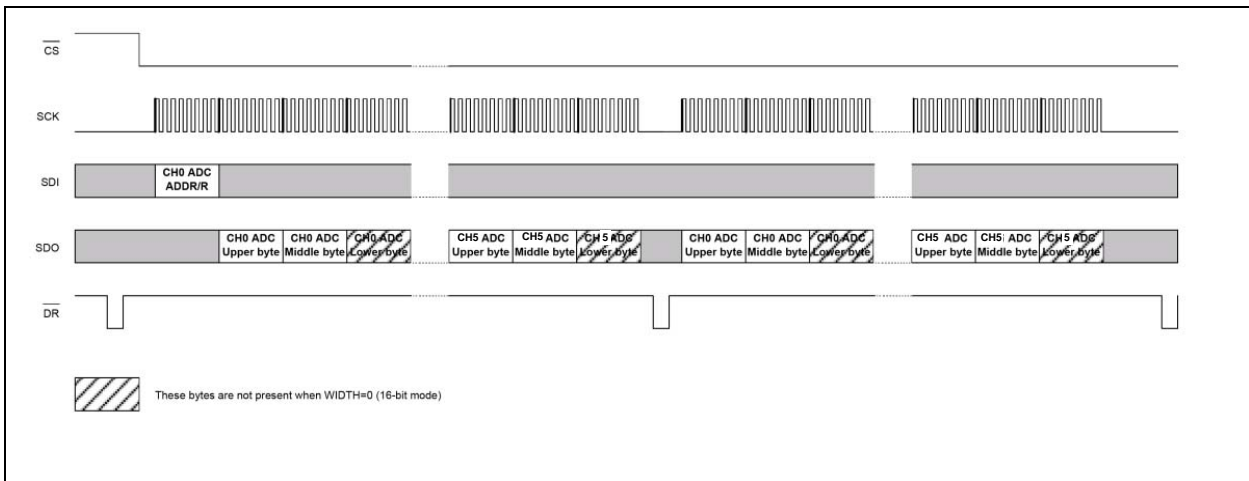

图 6-6: 典型的连续读通信
- 在一次通信中写入所有配置寄存器（见图 6-6）
在上电时所有的 ADC 采用其默认配置，并立即开始输出数据就绪脉冲（RESET<5:0> 和 SHUTDOWN<5:0> 位默认关闭）。ADC 的默认输出编码为全零。ADC 的默认调制器输出为 0011（对应于理论上的零输入电压）。两个通道之间的默认相位为零。建议 ADC 在刚上电后立即进入 ADC 复位模式，因为所需的 MCP3903 寄存器可能未处于默认配置，此时 ADC 将输出非期望的数据。在 ADC 复位模式（RESET<5:0> = 111111）下，用户可使用单次通信对整个器件进行配置。写命令将自动递增地址，因此用户可在一个通信中以写 PHASE 寄存器开始并以写 CONFIG 寄存器结束来完成整个配置（见图 6-6）。CONFIG 寄存器中的 RESET<5:0> 位允许退出软复位模式，并仅使用一个命令对整个器件进行配置并准备好运行。